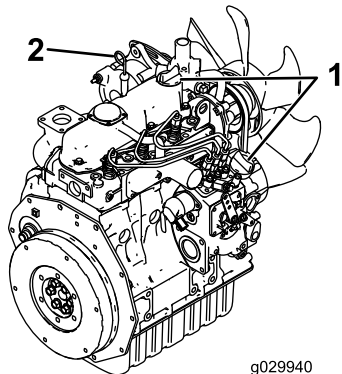

Figura 45
4. Limpie la zona alrededor de la varilla de aceite y el tapón de llenado de aceite (Figura 45).